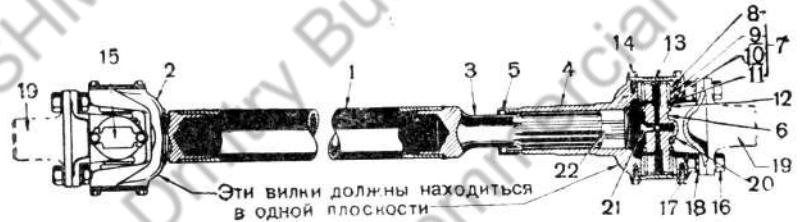

Рис. 35. Передний карданный вал:
Передний карданный вал (рис. 35) открытого типа, со скользящим телескопическим соединением и игольчатыми подшипниками.
3. Обязательно при сборке все детали смазывать маслом. Смазка карданов производится через тавотницу 20 (рис. 35) на крестовинах. Для того чтобы большое давление смазки не разрушало сальники, крестовины имеют клапан 21. Как